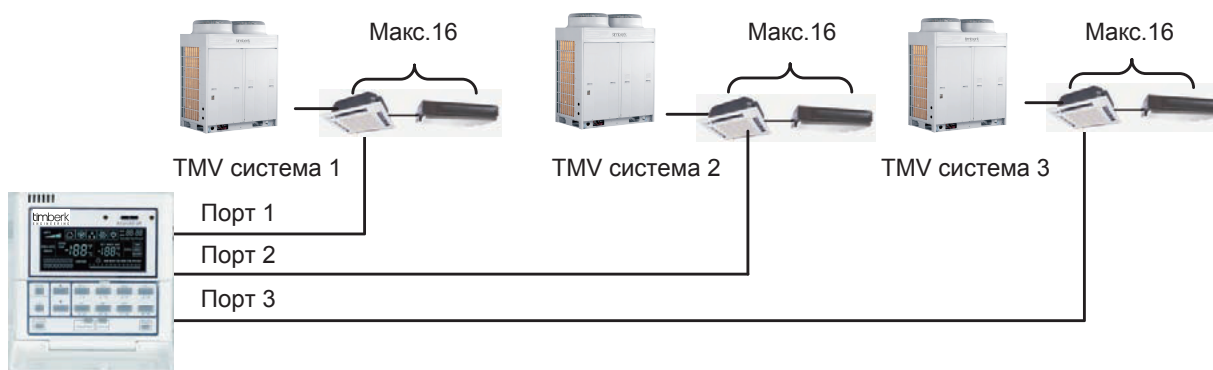

Рис. 6.18
6.3.7.1 К одному пульту SE50-24/E возможно подключение до 3-х наружных блоков систем TMV (рис. 6.18). Количество внутренних блоков подключаемых к одному наружному блоку не более 16 шт.